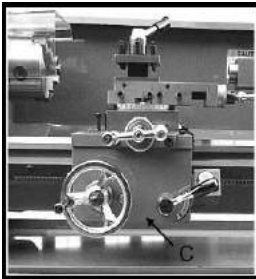

Fig. 13
3. **Chapa de proteção** – A chapa de proteção (C, Fig. 13) é montada no carro. As rápidas rotações são realizadas por robustas articulações e o pinhão os quais são montadas na base e operados por um volante na chapa. A alimentação longitudinal automática também é realizada através do fuso.